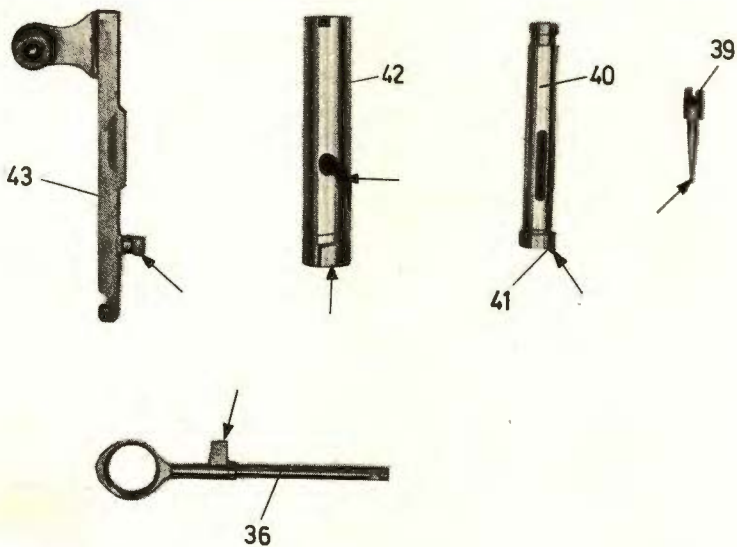

Figure 22
5. Contrôler les pièces de la culasse, en particulier le percuteur, le ressort et la tige de percussion, l'extracteur et le verrou (voir figure 22).